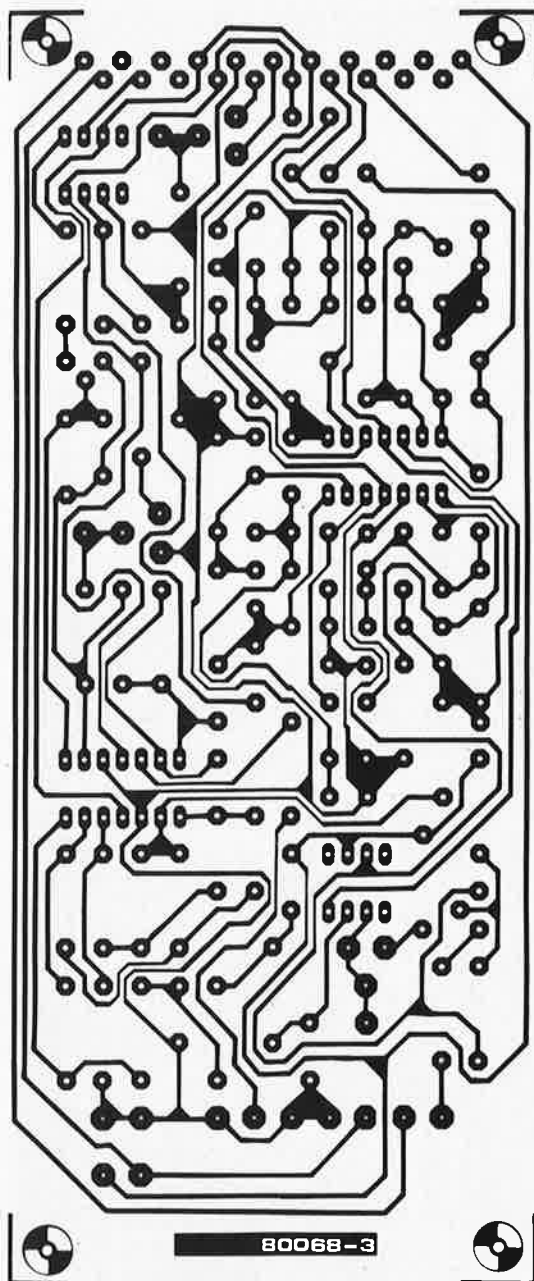

Figure 4. Tracé des pistes cuivrées du circuit imprimé de filtre universel.
Eh bien, nous supposons que c'est chose faite et que vous avez sous les yeux l'article "Le vocodeur d'Elektor (1)". La figure 2 présente un schéma général des unités de filtrage, tandis que les figures 3, 4 et 5 illustrent les circuits complets respectifs des filtres passe-bande, passe-bas et passe-haut. Dans le texte qui s'y rapportait, on mentionnait l'adoption de la construction modulaire comportant un circuit imprimé pour chaque unité de filtrage complète. Ainsi qu'on pouvait l'imaginer, notre concepteur de circuits imprimés a sans plus attendre réalisé une plaquette universelle convenant au montage des trois types de filtres: passe-bande, passe-bas et passe-haut. La figure 4 du présent article (N° 21) montre le tracé des pistes cuivrées de cette carte universelle tandis que la figure 5 en détaille l'implantation des